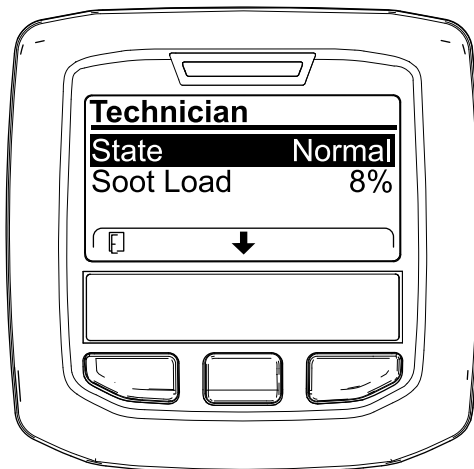

図 43
- DPF 稼働記録表で、現在の DPF の状態を確認する 図 43。